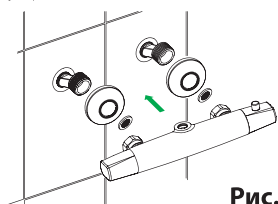

Рис. 3
2. Установите на эксцентрические переходники декоративные чашки (отражатели) и, используя инструмент с мягкими накладками, присоедините корпус смесителя, как показано на рис. 3.